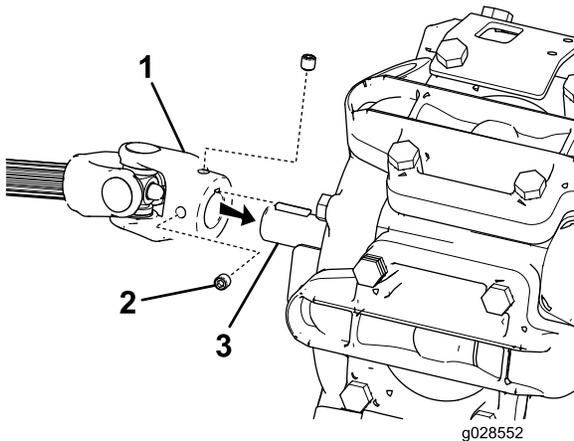

図 4
3. PTOシャフトの端部についている固定ねじ2本を外す 図 4。
5. PTOシャフトのカップラのスロットを半月キーに合わせ、PTOシャフトをスプレーポンプに挿入する 図 4。